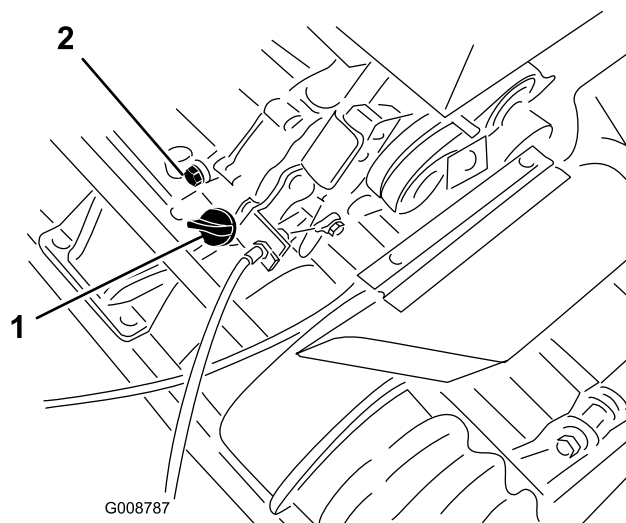

Bild 26
1. Stellen Sie den Rasenmäher so, dass der Motor eben steht und reinigen Sie dann den Bereich um den Ölpeilstab (Bild 26).
2. Stellen Sie eine Auffangwanne hinten an der Maschine unter die Ablassschraube (Bild 26).